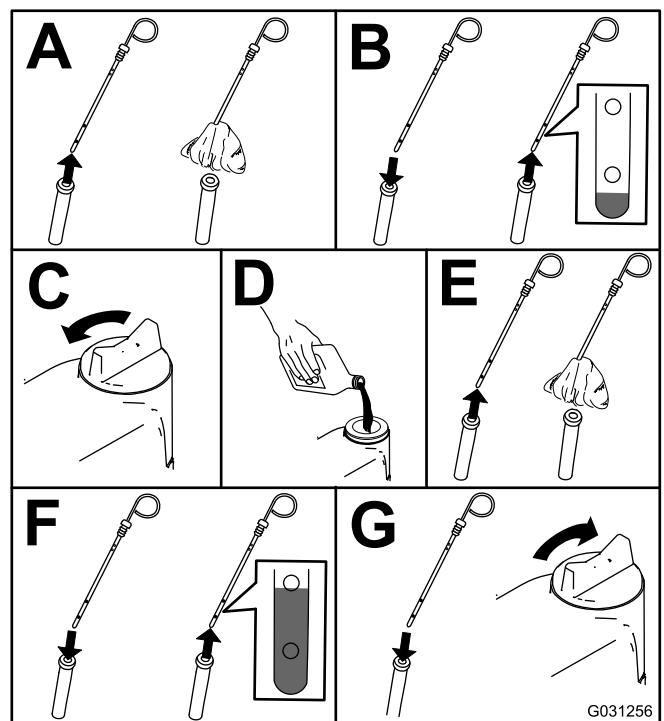

Bild 78
2. Prüfen Sie den Ölstand im Motor (Bild 78).